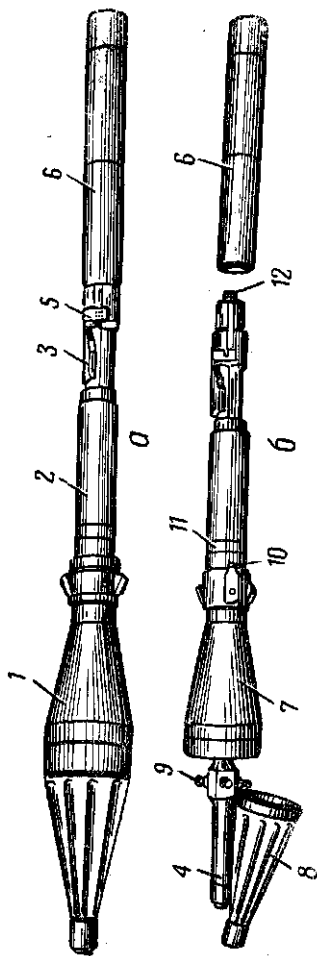

Рис. 77. Приспособление ПУС-7 для учебной стрельбы из гранатомета:
3. Приспособление ПУС-7 состоит из следующих основных частей (рис. 77): головной части, кожуха, ствольной коробки, ствола, затвора и макета порохового заряда.